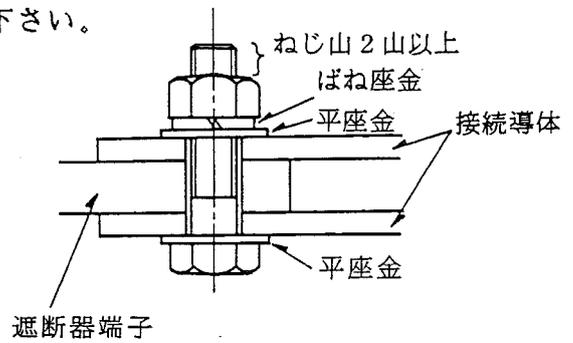

図4. 導体接続例
- (4) 締付ねじには、必ず、平座金をご使用下さい。(図4 参照)
- (5) 締付ねじの長さは、ナット締付後2山以上ねじが突出するものをご使用下さい。(図4 参照)
- (6) ねじに潤滑油をつけないで下さい。摩擦が少なくなり、締付過剰になったり、逆に緩み易くなる場合があります。
- (7) 端子に無理な力を作用させないで下さい。